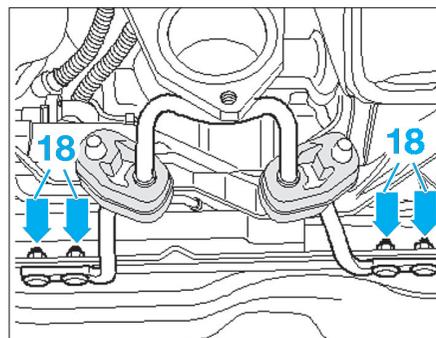

Fig. 13
- Déposer le tirant d'antibasculement en dévissant les vis (19) et l'écrou (20) et en retirant la vis (21) (Fig.13).